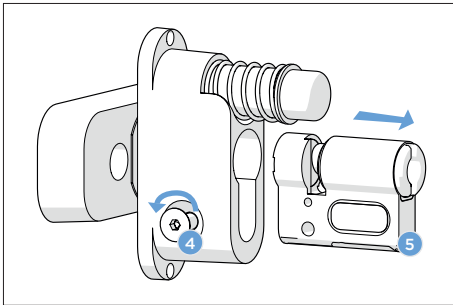

Imagen 4: desmontaje de cilindro
- Desenroscado del tornillo avellanado M5 (4), desmontaje del cilindro (5) (consulte la imagen 4)